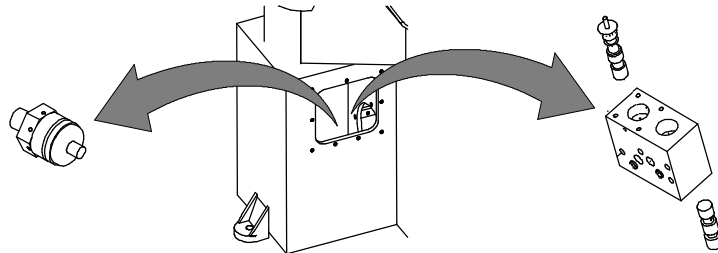

Fig. 25
a) Verificar a intervenção do pressóstato (cód. 02003639, pág. 5-6-7) e o correto funcionamento dos êmbolos distribuidores na válvula hidráulica (cod. 01011904 + cod. 01011909, pág. 5-6-7). Verificar que não existe impurezas, sujeiras ou corpos estranhos que não permitam o seu correto funcionamento (Fig. 25).